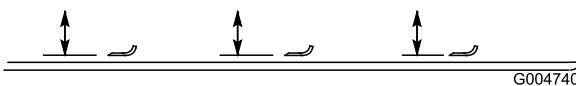

Figura 80
2. Gire la cuchilla hasta que los extremos estén orientados hacia adelante y hacia atrás (Figura 80). Mida desde el interior de la unidad de corte al filo de corte en la parte delantera de la cuchilla. Anote esta dimensión.